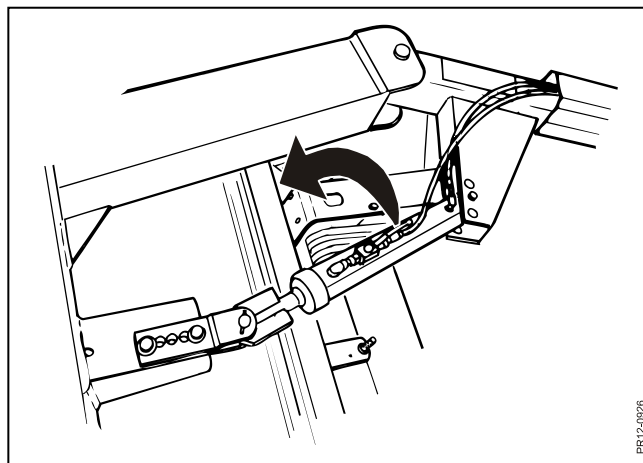

Fig. 2-9
**Fig. 2-9** Après que la machine ait été mise en position transport, il faut fermer la vanne située près du vérin de la barre d'attelage. Cela doit être fait pour prévenir toute fuite de flexible ou toute utilisation intempestive de l'hydraulique en cours de transport afin d'éviter que la machine ne repasse en position travail. Déplacer la poignée de la vanne dans le sens de la flèche, comme indiqué sur la figure, pour fermer le circuit d'huile.